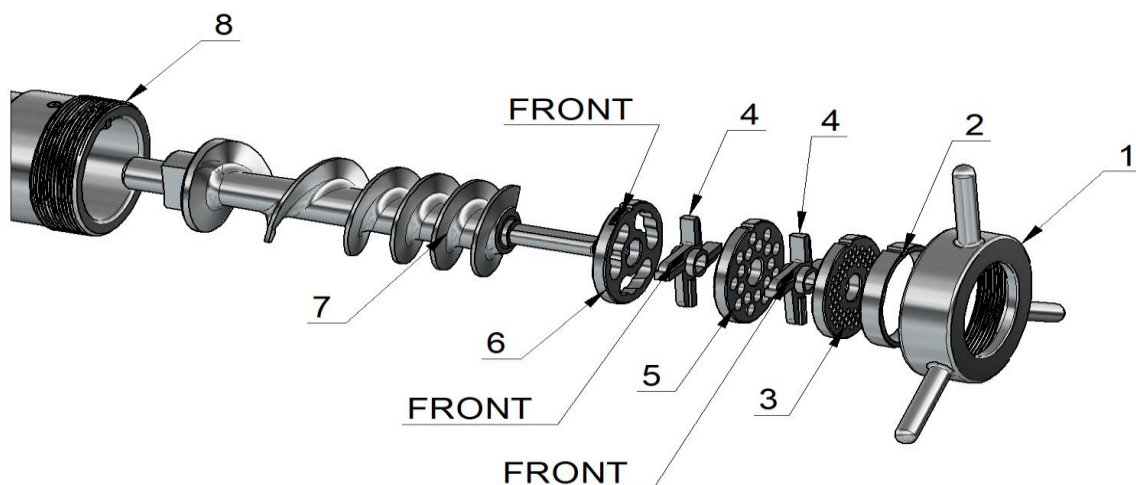

Рис. 5 Порядок установки подающего шнека, решеток и ножей "полный унгер"
7.1.7. Установка горловины, подающего шнека, решеток и ножей в рабочее положение производится в обратной последовательности. При этом необходимо следить, чтобы край кольца (2) выступал на 2...4 мм за край горловины, а ножи и решетки были установлены в строго определенном порядке (рис. 5, 5а).
Рис. 5а Порядок установки подающего шнека, решеток и ножа "полу унгер"
7.2.3. Установить подающий шнек, решетки, ножи и кольцо, контролируя правильную последовательность их сборки как показано на рис. 5 и 5а.